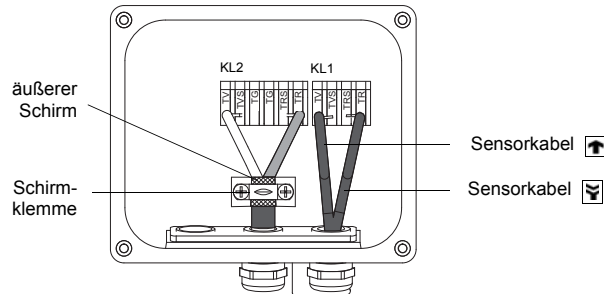

Abb. 5.9: Klemmgehäuse JBT3
men Sie ihn zurück (siehe Abb. 5.9).
- Schließen Sie die Adern an die Klemmen des Klemmgehäuses an (siehe Abb. 5.9 und Tab. 5.5)
- Schließen Sie die Adern an die Klemmen des Klemmgehäuses an (siehe Abb. 5.9 und Tab. 5.6).